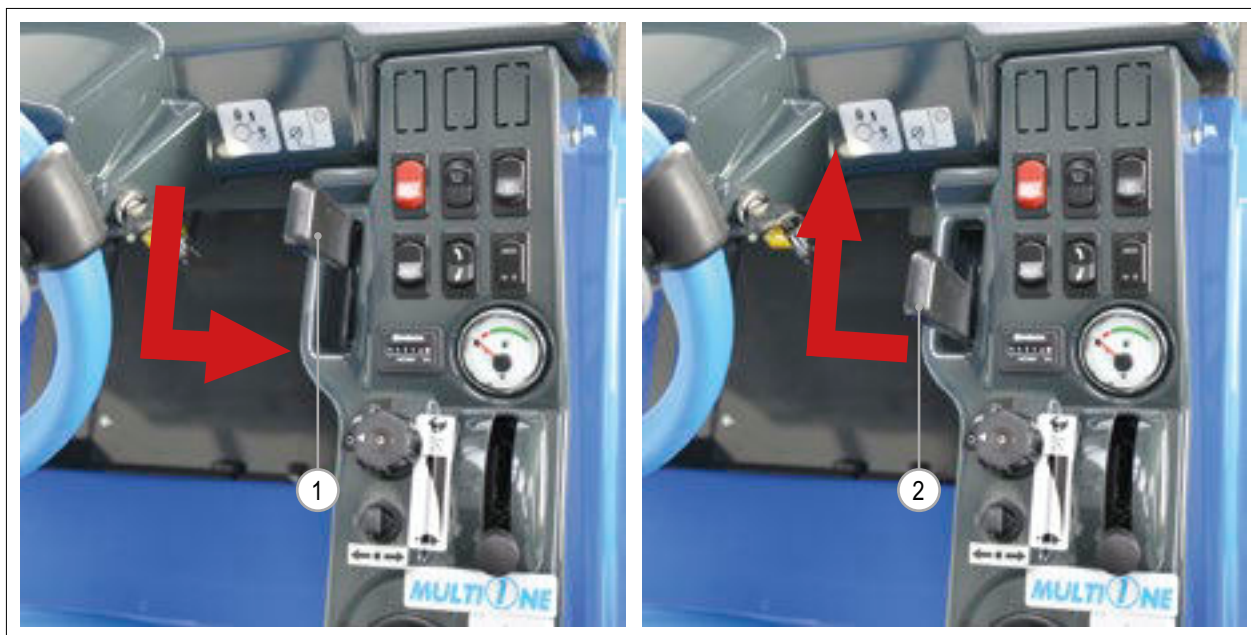

FIG. 24
- 1) Træk parkeringsbremsens håndtag og lås det ved at trække det til højre (FIG. 24 - Ref. 1).
- 1) Parkeringsbremsens håndtag flyttes mod venstre og ned (FIG. 24 - Ref. 2).